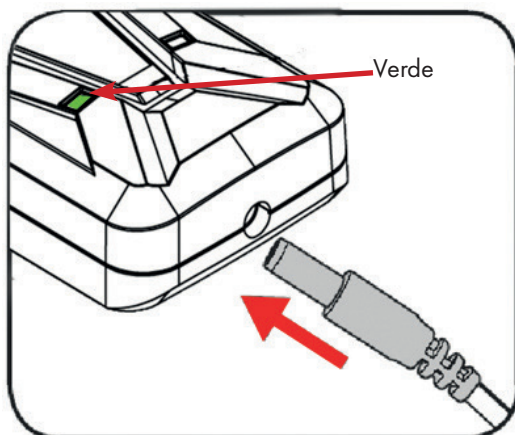

Fig.10
- Inserte el enchufe de carga en la toma de corriente del cargador. Cuando la conexión está conectada, las luces de señal son rojas (Fig. 10 en la página siguiente).